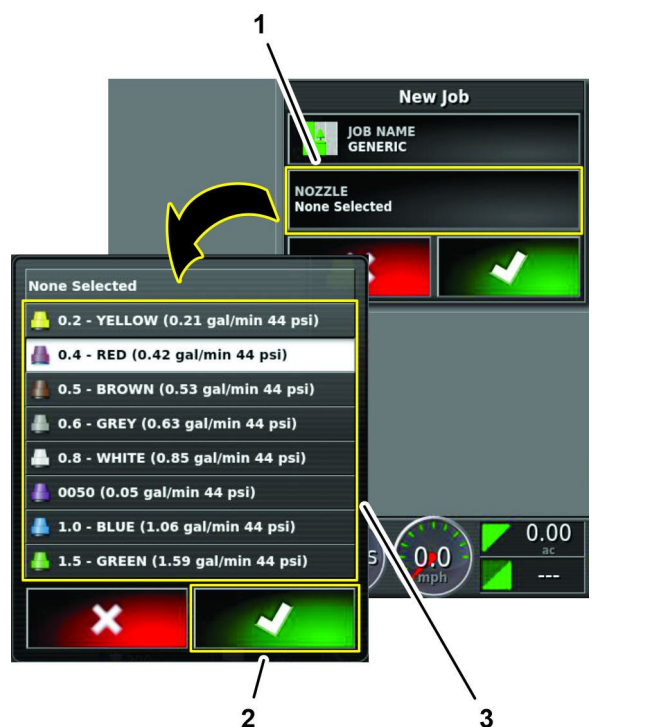

Рисунок 271
3. В диалоговом окне нового рабочего задания нажмите значок NOZZLE (Сопло) (Рисунок 271).
4. В списке выбора сопл нажмите любой значок сопла и значок подтверждения (Рисунок 271).